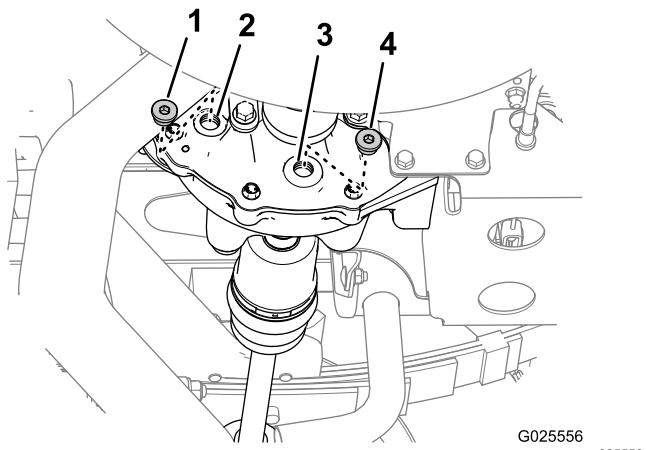

Рисунок 65
- Подставьте под пробку сливного отверстия сливной поддон (Рисунок 65).
- Снимите пробку заливного отверстия и пробку сливного отверстия дифференциала (Рисунок 65).
- Установите пробку сливного отверстия в сливное отверстие (Рисунок 65) и затяните пробку с моментом 14–19 Н·м.
- Залейте 550 мл масла указанного типа в заливное отверстие дифференциала (Рисунок 65).
- Установите пробку заливного отверстия в заливное отверстие (Рисунок 65) и затяните пробку с моментом 14–19 Н·м.